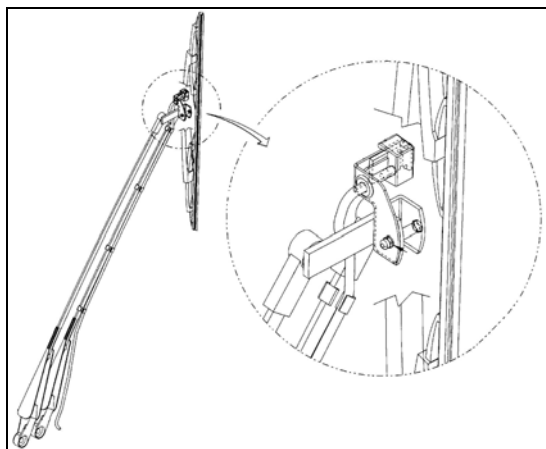

FIGURE 2 : ESSUIE-GLACE COTÉ CONDUCTEUR
5. Transférer le boyau de liquide lave-glace, le balai et le gicleur sur le bras selon l'arrangement des figures 2 et 3.